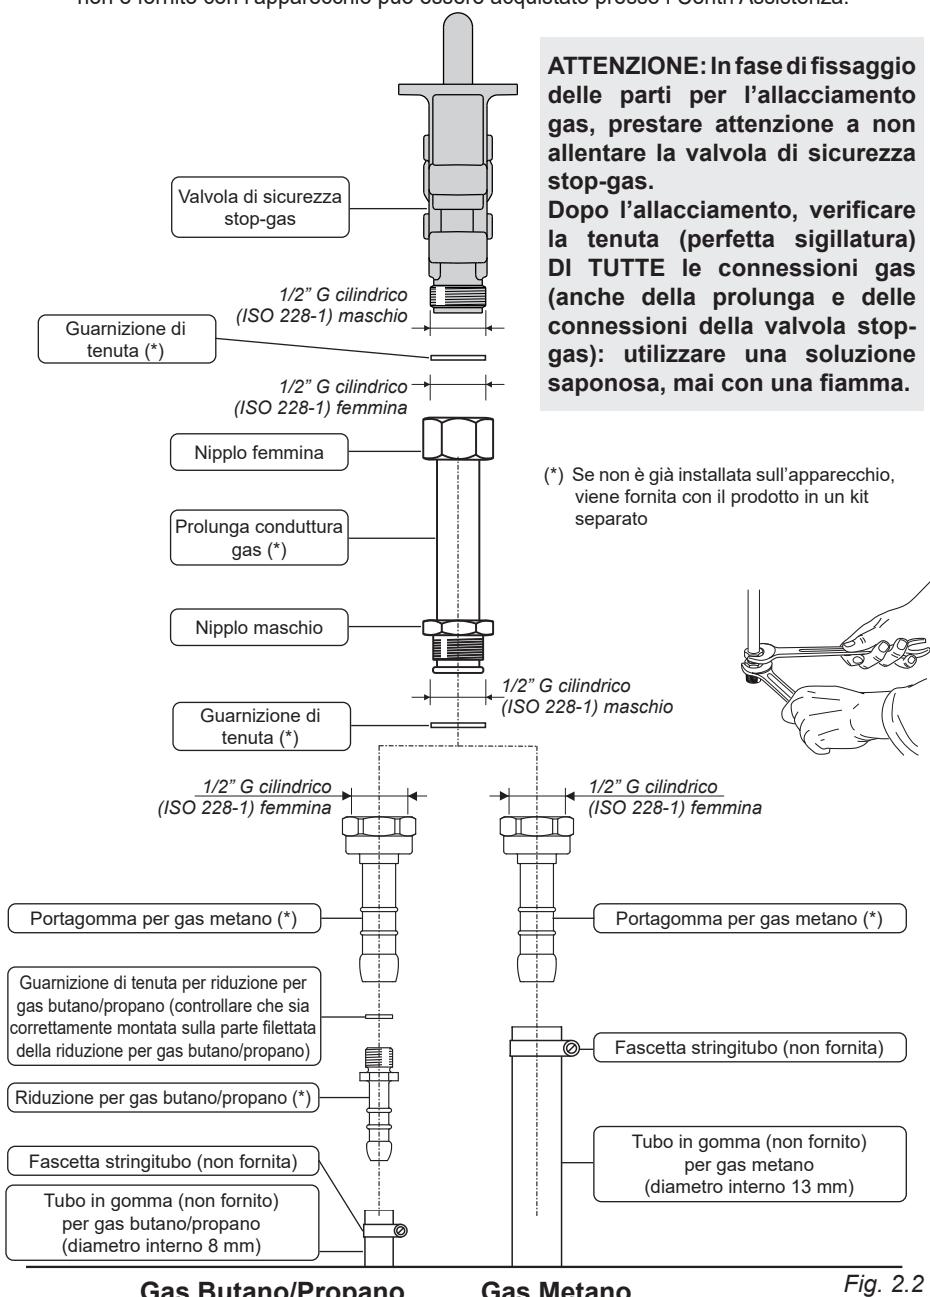

Fig. 2.2
Le parti interessate per la connessione gas (fig. 2.2) sono le seguenti:
1. Assicurarsi che la prolunga conduttura gas sia correttamente installata sul prodotto. Se non è già montata, installarla procedendo come indicato in fig. 2.2 (interponendo la guarnizione di tenuta).
2. Se non è già installato, montare il portagomma per gas metano sul terminale della prolunga conduttura gas dell'apparecchio interponendo la guarnizione di tenuta (come indicato in fig. 2.2). Utilizzare due chiavi per il fissaggio delle parti (fig. 2.2).
2. Se non è già installato, montare il portagomma per gas butano/propano sul terminale della prolunga conduttura gas dell'apparecchio interponendo la guarnizione di tenuta (come indicato in fig. 2.2). Utilizzare due chiavi per il fissaggio delle parti (fig. 2.2).
- utilizzare due chiavi per il fissaggio delle parti (fig. 2.2).
Con questo tipo di allacciamento gas **NON È OBBLIGATORIO** che la prolunga conduttura gas sia installata sul prodotto (fig. 2.2). Se già installata può essere pertanto rimossa.
Per questo tipo di allacciamento **NON È OBBLIGATORIO** che la prolunga condutture gas sia installata sull'apparecchio (fig. 2.2), se è già installata può essere rimossa.